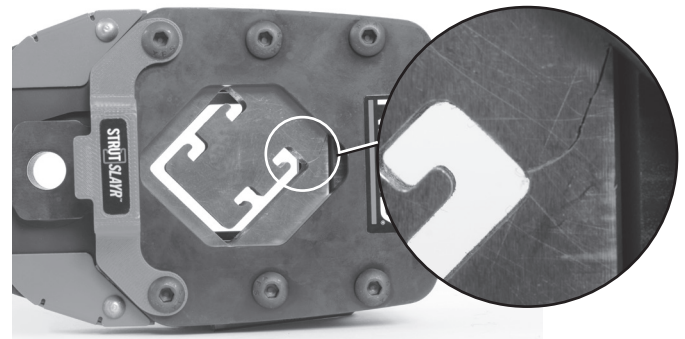

Abbildung 2A - Beispiel für Risse in den Matrizen
- Abblätterungen oder Risse in den Matrizen (siehe *Abbildung 2A*).